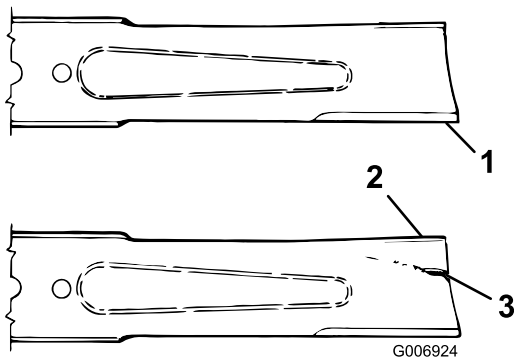

Figura 63
2. Examine cuidadosamente los extremos de corte de la cuchilla, sobre todo en el punto de reunión entre la parte plana y la parte curva de la cuchilla (Figura 63). Puesto que la arena y cualquier material abrasivo pueden desgastar el metal que conecta las partes curva y plana de la cuchilla, compruebe la cuchilla antes de utilizar la máquina. Si se aprecia desgaste (Figura 63), cambie la cuchilla; consulte Cómo retirar la cuchilla.
Si se permite que la cuchilla se desgaste, se formará una hendidura entre la vela y la parte plana de la cuchilla (Figura 63). Con el tiempo, una parte de la cuchilla puede desprenderse y ser arrojada desde debajo de la plataforma, por lo es posible que le provoque lesiones graves a usted o a otra persona.